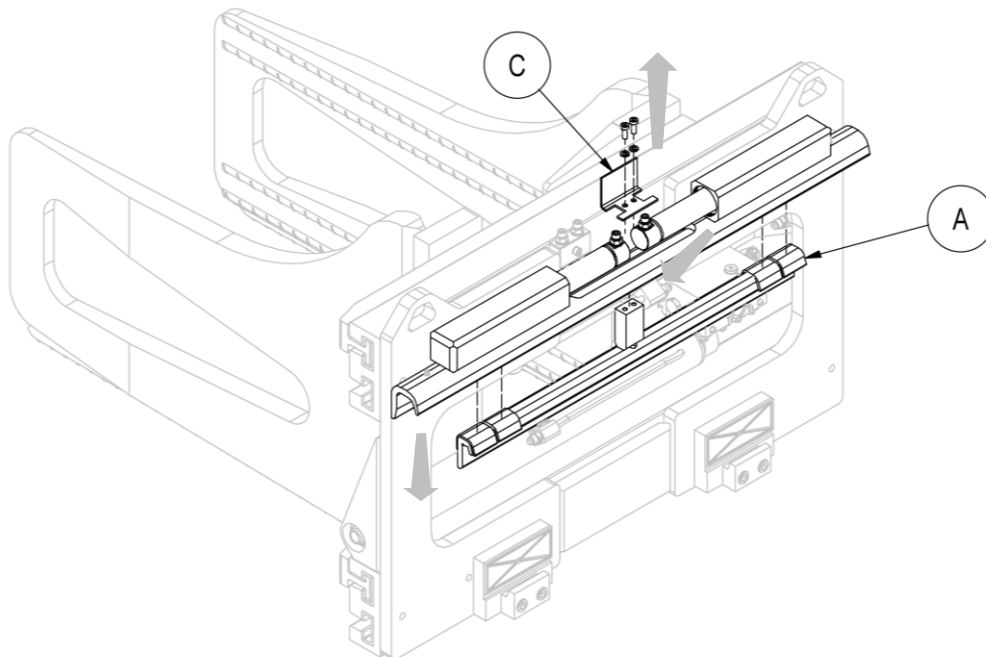
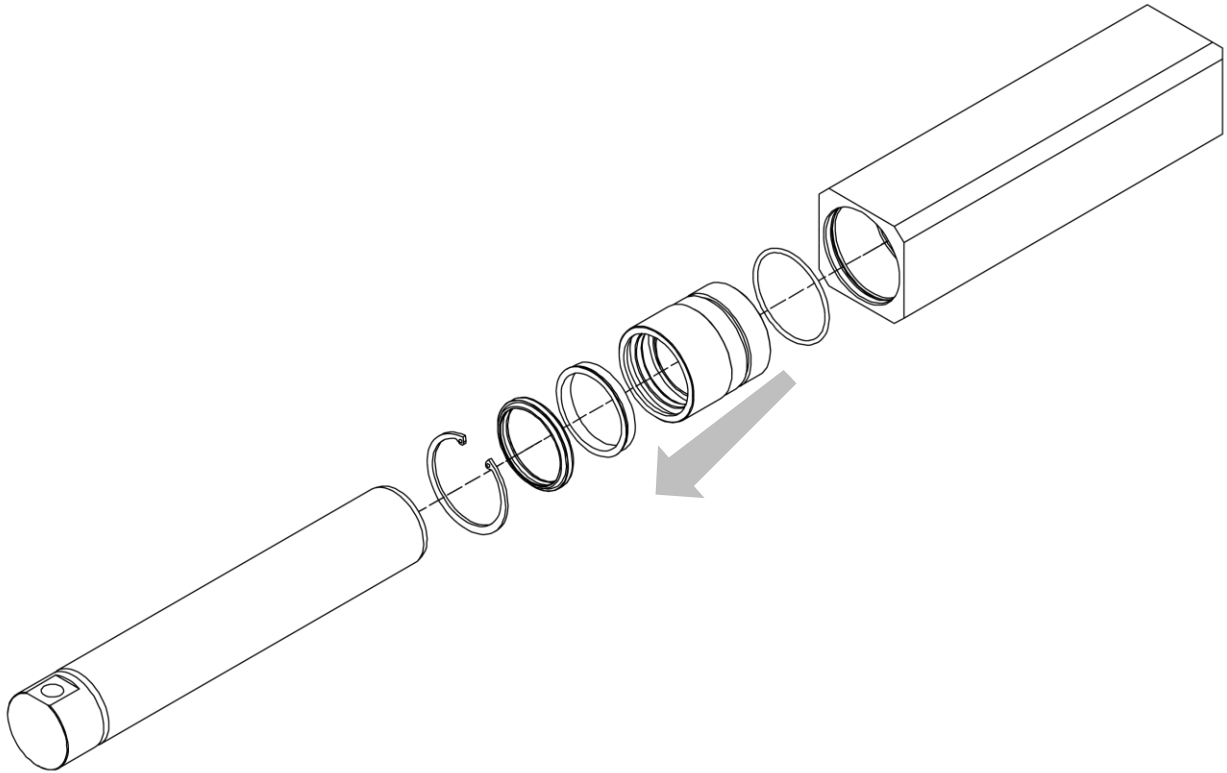

Figura 29
Figura 30
3. Rimuovere il doppio gancio (A) dopo aver rimosso il "piegato di protezione" (P) con le relative viti (nella fase *Rimozione Attrezzatura Dal Carrello* è già stato specificato questo passaggio).
7. Prendere come riferimento la *Figura 29* e la *Figura 30*.